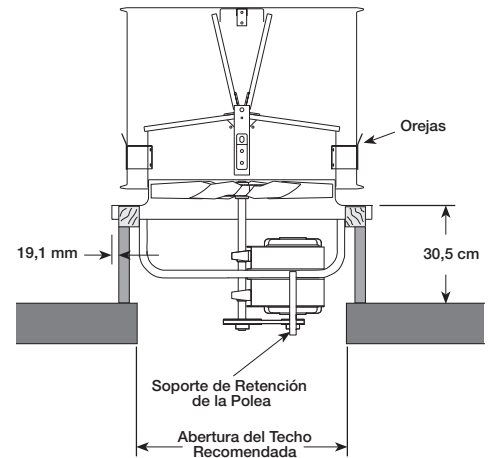

Figura 2 — Montaje en Techo Típico
- Vuelva a fijar el soporte de retención de la polea con sujetadores de 5/16 pulg. Centre el soporte en el eje del motor con una holgura de 19 a 38 mm entre la roldana del motor y el soporte. Consulte la Figura 2 en la página 3.